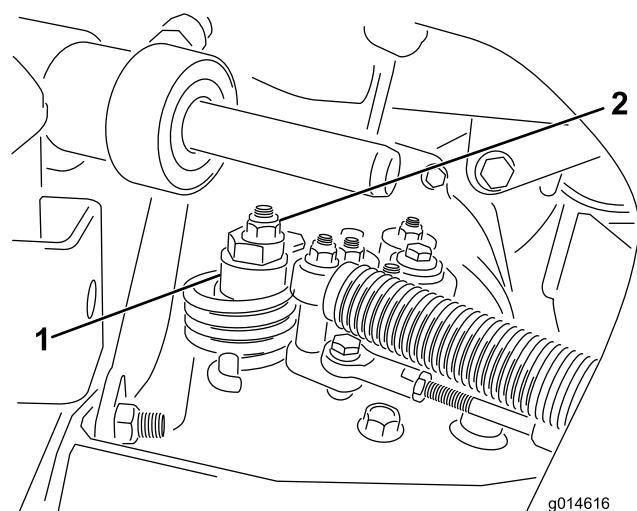

図 47
- 偏芯ナットをハイドロスタッフ上部に止めているナットをゆるめる図47。
- どちらにも車輪が回らないように偏芯ナットを回して調整する。調整ができたら固定ナットを締める図47。スロットルSLOWおよびFAST位置で調整が正しいことを確認する。